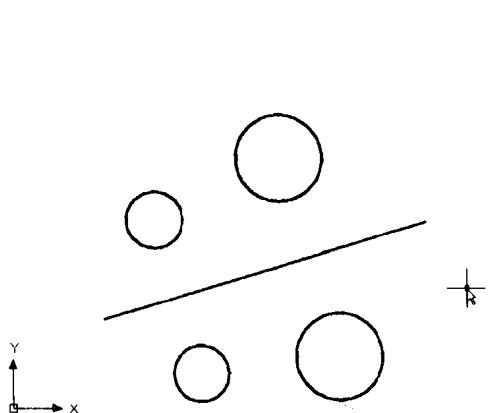

图1-5 镜像圆
(2) 应用“镜像”命令，以直线为镜像线，镜像两个已知圆，如图1-5所示。